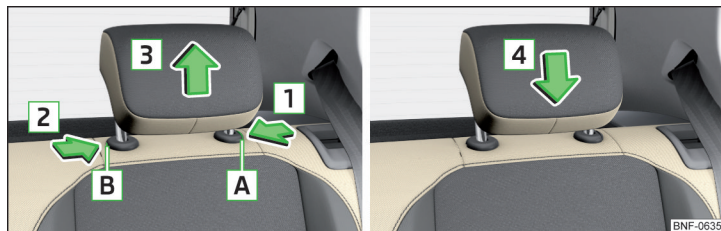

Bild 54 Ta ur/sätta in i nackstöden bak
- Tryck spärrknappen **A** i pilens riktning **1** och tryck samtidigt in spärrknappen i öppningen **B** med fordonsnyckeln i pilens riktning **2**. Ta ut nackstödet i pilriktningen **3** » bild 54.